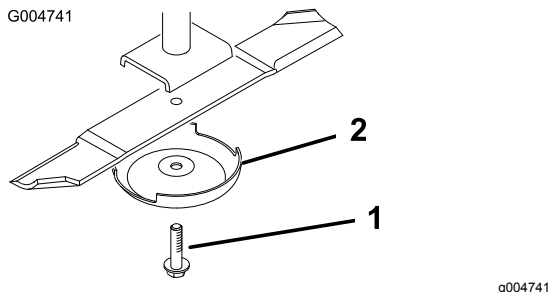

Figura 72
3. Retire o parafuso da lâmina, o recipiente antidanos e lâmina do eixo (Figura 72).